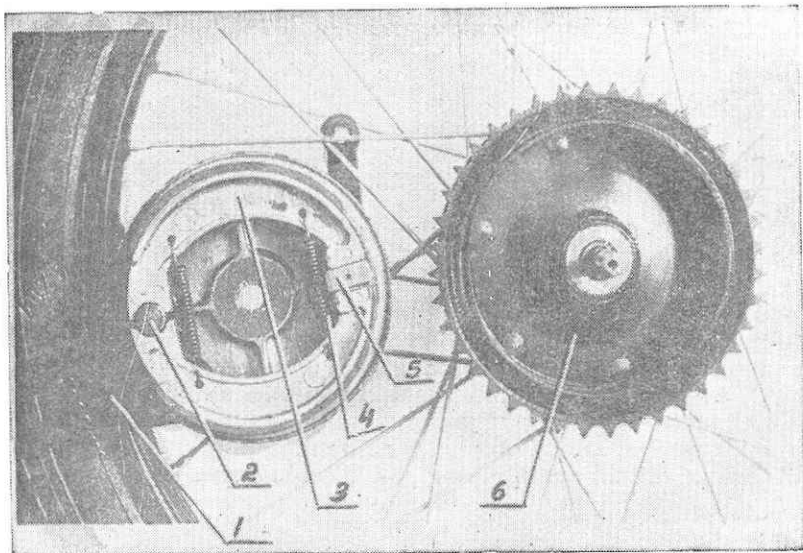

Рис. 19.
Тормоз (рис. 19) состоит из тормозного барабана (6), основания тормозных колодок (1), оси тормозных колодок (2), кулачка тормозных колодок (5), рычага тормозных колодок (3), тормозных колодок (3), двух пружин (4).